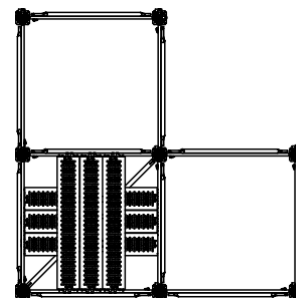

Fig. A1.06
- Свързване на скелето с други компоненти на системата за формиране на стабилни единици. (Fig. A1.06)